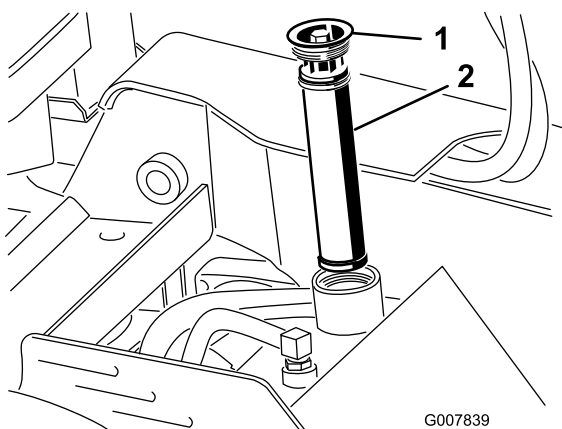

Figura 18
5. Pulite l'area intorno al collo del bocchettone del serbatoio idraulico e rimuovete il tappo ed il filtro dal collo del bocchettone usando una chiave a tubo (Figura 18).